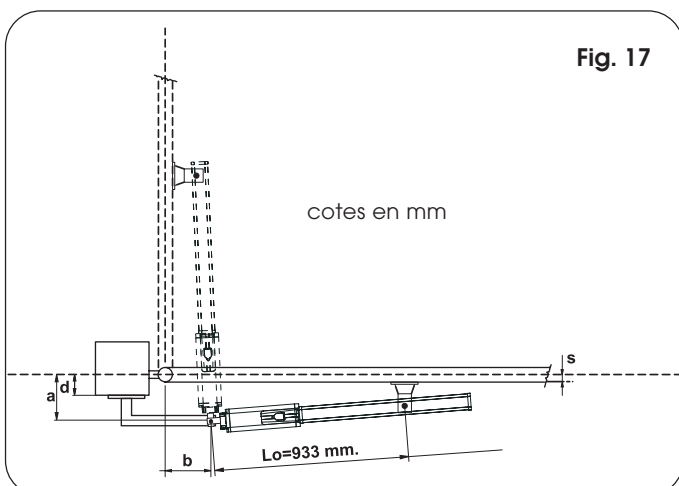

Fig. 17
9.1. OUVERTURE VERS L'EXTÉRIEUR AVEC MONTAGE DE L'OPÉRATEUR A L'INTÉRIEUR (Fig. 17)